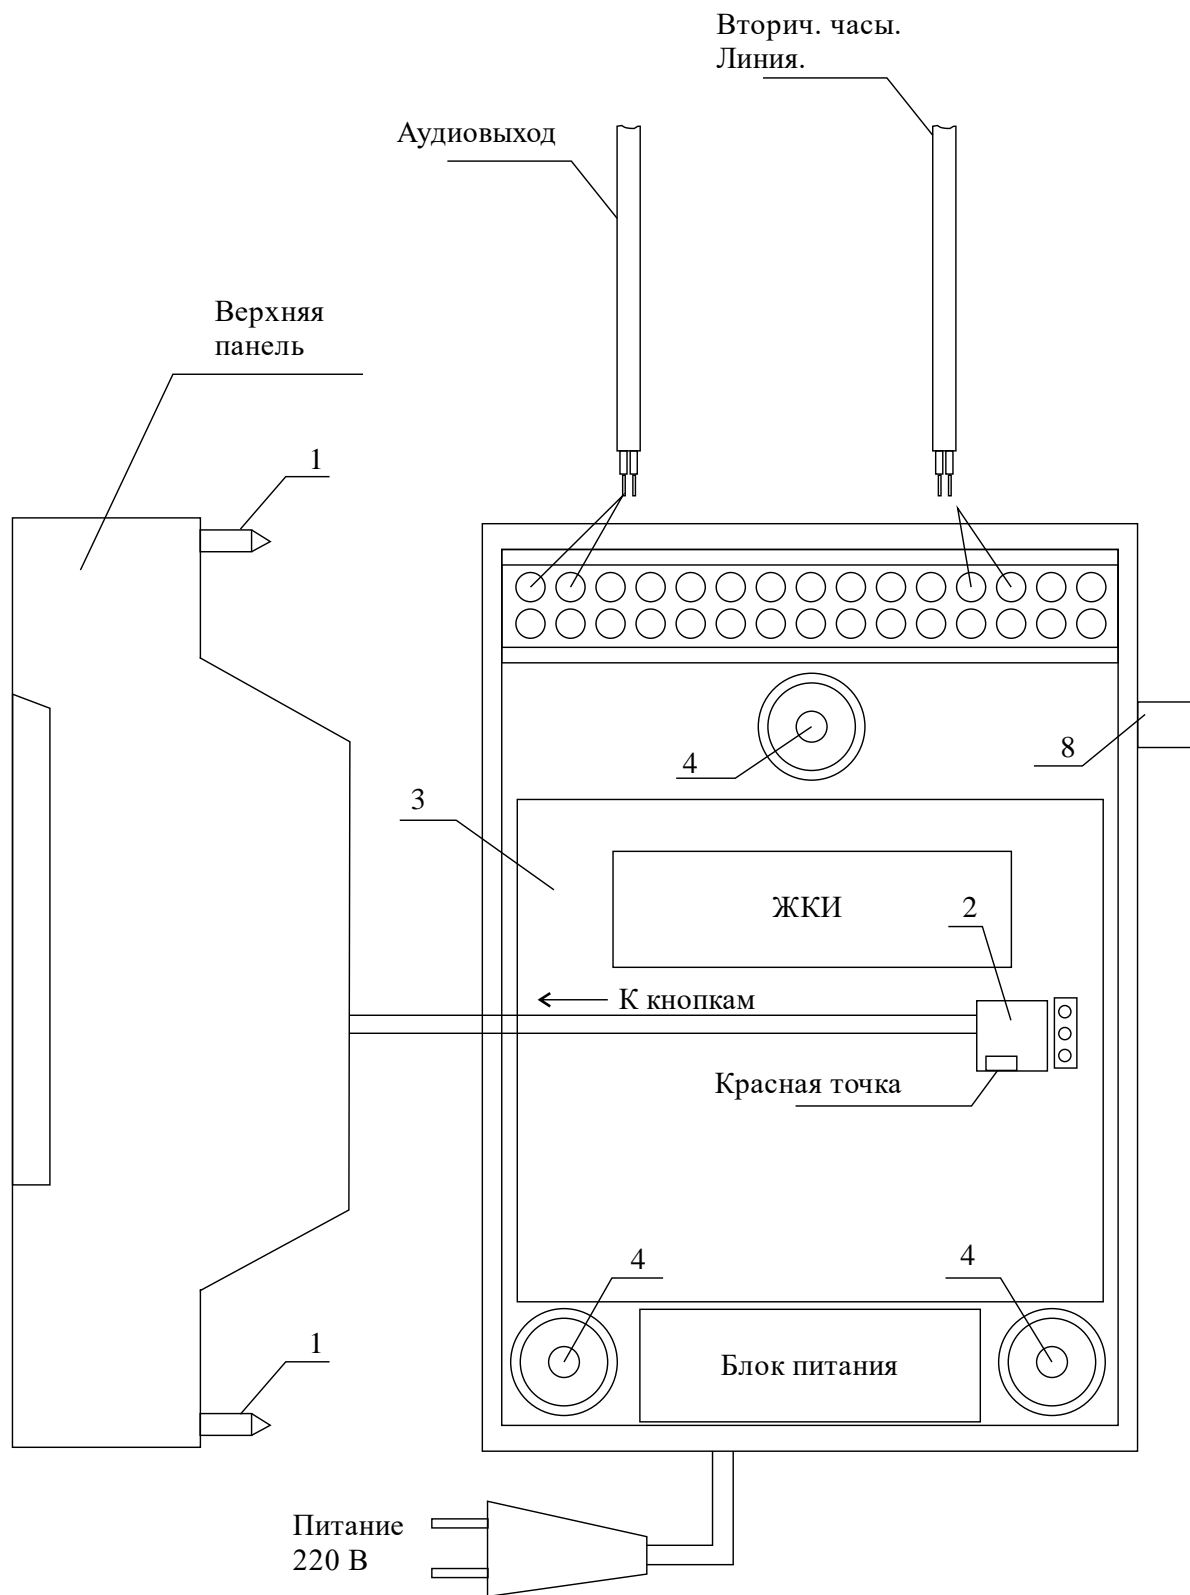

Рис. 1
4.1. Выверните четыре винта 1, расположенных на верхней панели ЧС (см. Рис.1). Снимите верхнюю панель и отсоедините разъем 2, соединяющий кнопки с печатной платой 3.
4.4. Подсоедините линию вторичных часов и кабель от линейного входа усилителя к клеммной колодке станции как показано на рис.1. Полярность подключения кабеля часовой линии произвольна; при подключении кабеля линейного входа усилителя экран или общий провод этого кабеля подключить экрану кабеля, приходящего к клеммам от печатной платы станции.